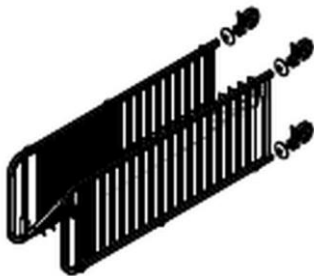

Abb. 2
5. Schrauben Sie die 4 Lenkrollen in die Seitenteile (Abb. 2).